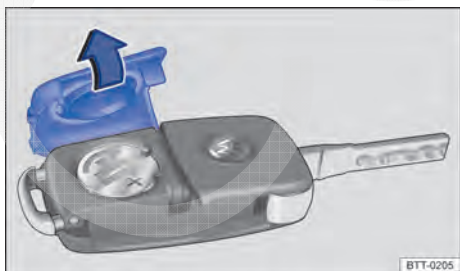

Fig. 17 Chave do veículo com comando remoto: abrir a tampa do alojamento da bateria.
A bateria encontra-se no lado posterior da chave do veículo com comando remoto, sob uma cobertura → Fig. 17.
- Retirar a cobertura no lado posterior da chave → Fig. 17 no sentido da seta → .
- Posicionar a cobertura conforme indicado → Fig. 17 e pressionar no sentido contrário ao da seta sobre a carcaça da chave do veículo até encaixar.